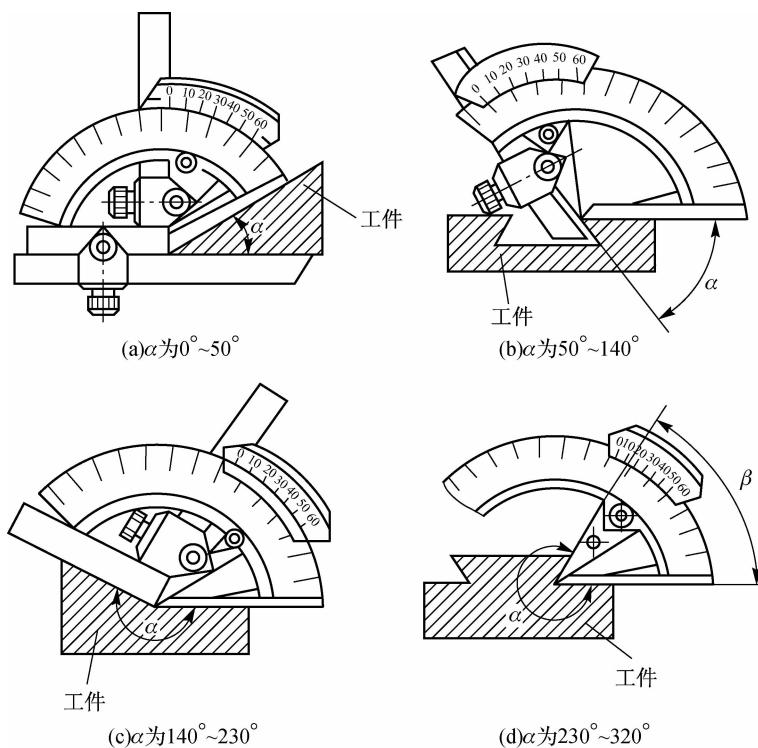

图 1-11 万能角度尺的使用
- (1) 检测 $0^\circ\sim 50^\circ$ 时,装直尺和 90° 角尺,如图 1-11(a)所示。
- (2) 检测 $50^\circ\sim 140^\circ$ 时,只装直尺,如图 1-11(b)所示。
- (3) 检测 $140^\circ\sim 230^\circ$ 时,只装 90° 角尺,如图 1-11(c)所示。
(4) 检测 $230^{\circ} \sim 320^{\circ}$ 时, 直尺和 90° 角尺均不装, 如图 1-11(d) 所示。